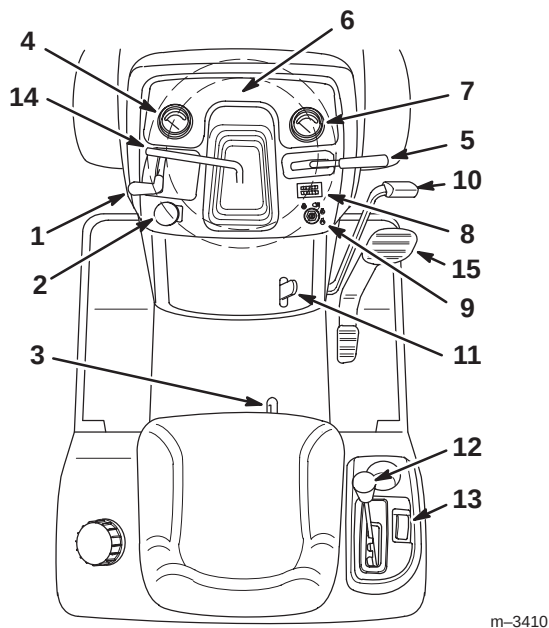

Figure 13
Avant de mettre le moteur en marche et d'utiliser la machine, familiarisez-vous avec toutes les commandes (Fig. 13).
1. Appuyez sur la pédale de frein (Fig. 13) et maintenez-la enfoncée.
2. Relevez le levier de frein de stationnement (Fig. 13) et relâchez progressivement la pédale de frein. La pédale doit rester bloquée en position enfoncée.
1. Enfoncez la pédale de frein (Fig. 13). Le levier de frein de stationnement doit se déverrouiller.